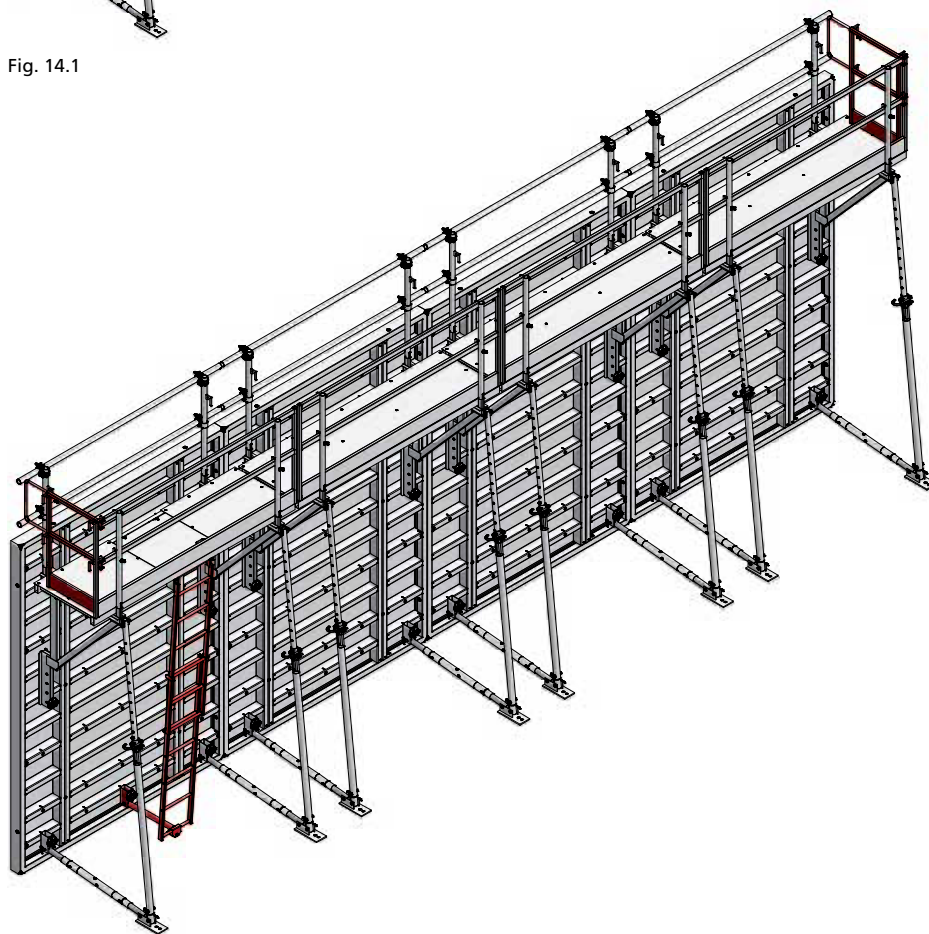

Fig. 14.3
4. La personne A retire le garde-corps d'about SB sur la 1^{re} unité puis libère les élingues des bras de levage SB sur la 2^e unité. Répéter ensuite les points 2 à 4 jusqu'à ce que toutes les unités coffrantes soient en place (Fig. 14.3).